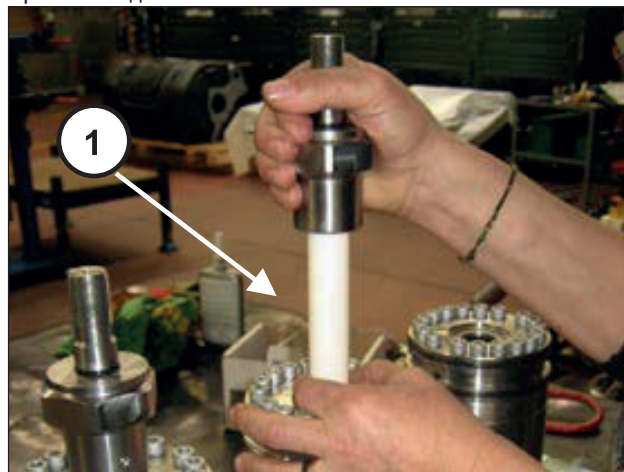
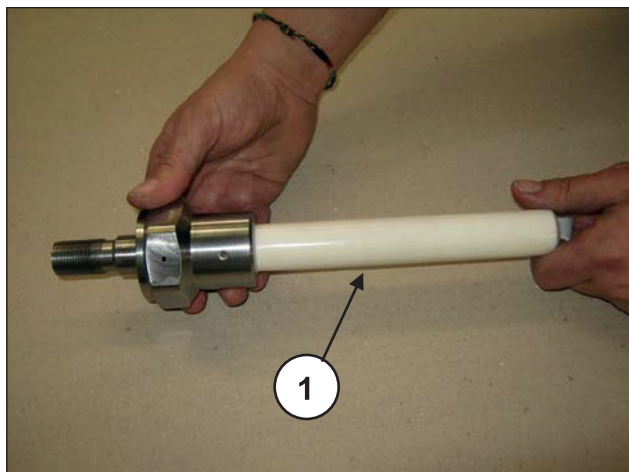

Рис. 186
Рис. 187
Снимите насосные поршни, вручную вынимая их из гильз (поз. ①, Рис. 186), и проверьте степень их износа (поз. ①, Рис. 187).